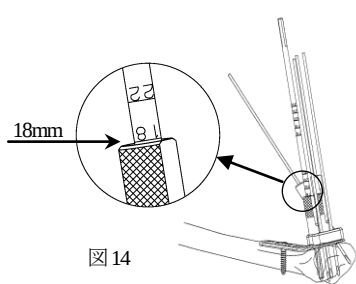

図 14
- 14) 遠位端用2.7中空ドリル (ST) にて、イメージ下で背側皮質を突き抜け不要に、慎重にドリリングし適位にて止めます。（図14）
- *** ドリルには目盛りが付いており、スクリュー長を計測することが出来ます。遠位ロッキングホールにガイドピンを使用しない場合、ガイドピンスリーブ (S) を取り外した後、2.5ドリルにてダイレクトドリリングも可能です。